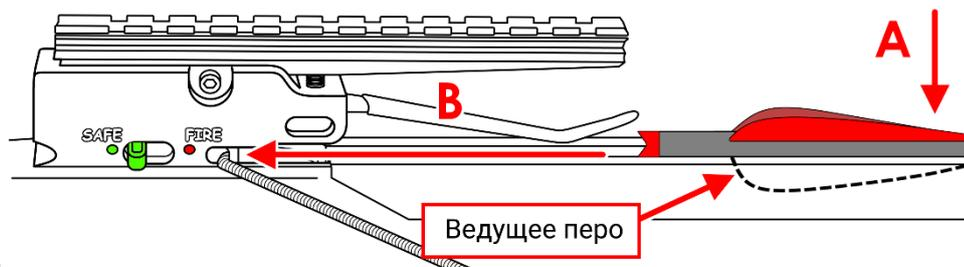

Рис.13
3. Уложите стрелу ведущим пером в паз направляющей арбалета (А) и задвиньте ее под прижимную планку в спусковой механизм до самого упора (В) (Рис.13).